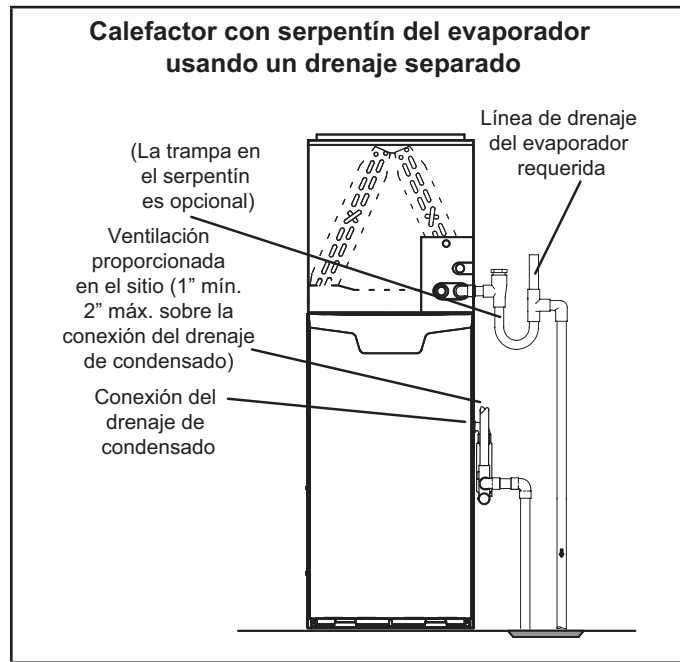
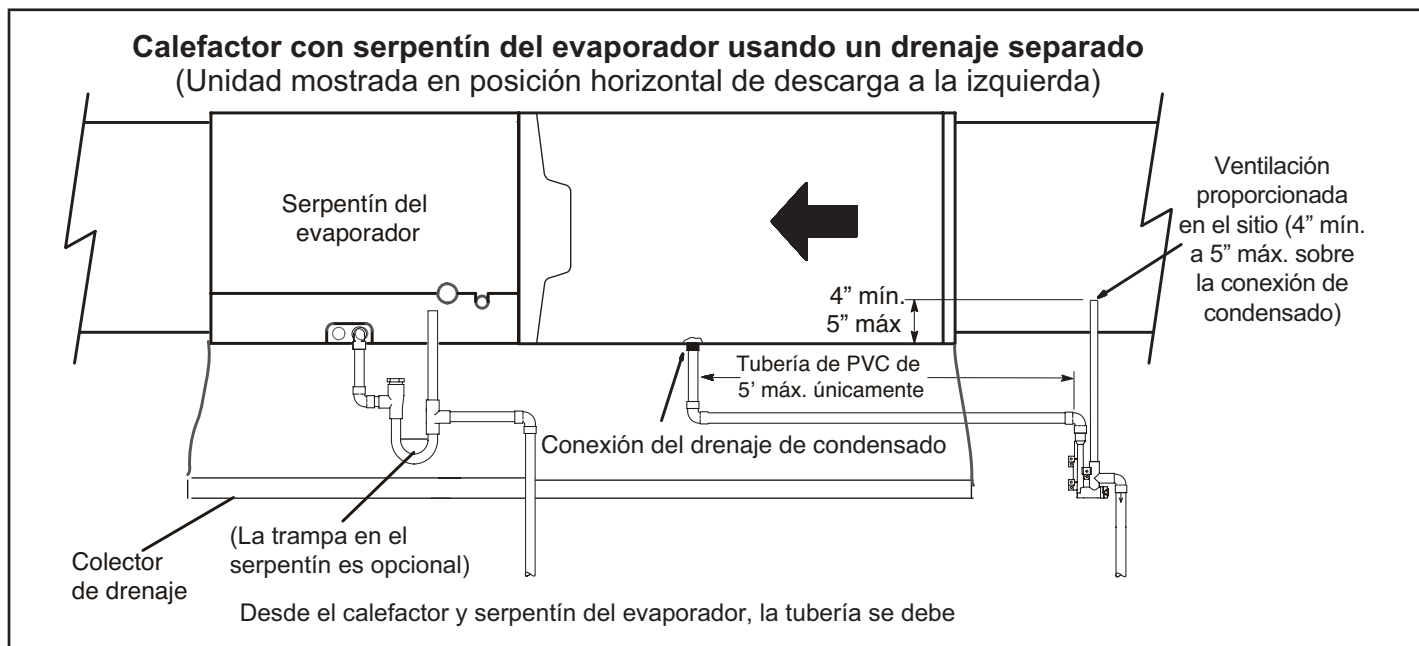
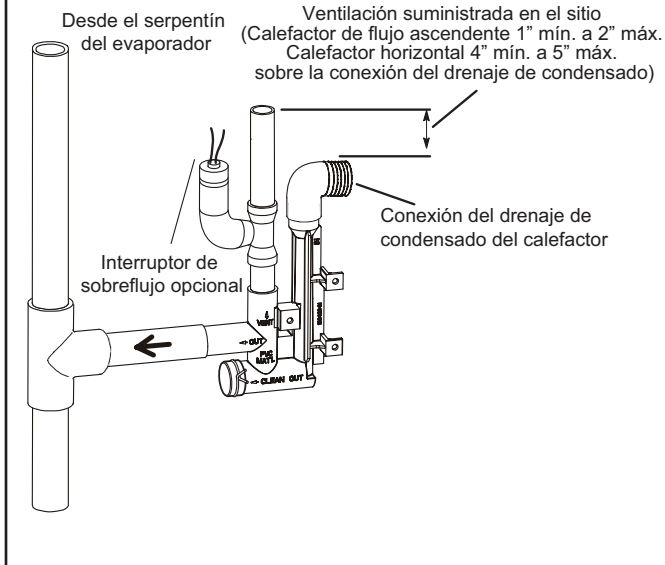
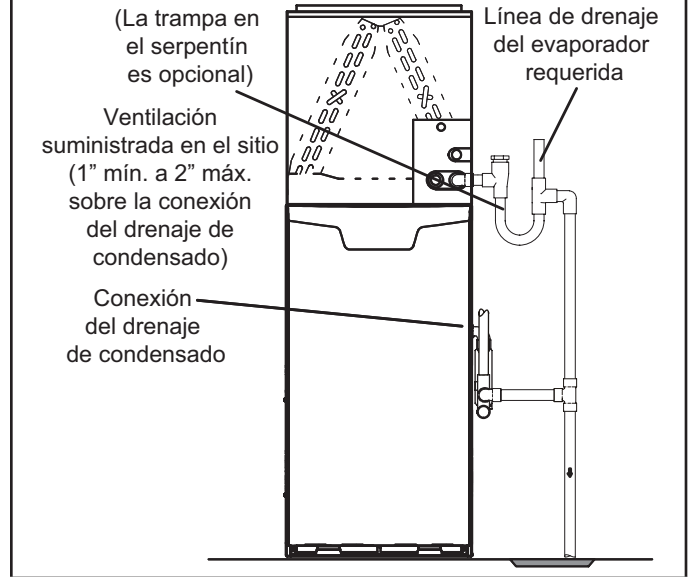

FIGURA 49
FIGURA 50
FIGURA 51
FIGURA 52
- 5 - La "FIGURA 49" y la "FIGURA 50" muestran el calefactor y el serpentín del evaporador usando un drenaje separado. Si es necesario, la línea de condensado del calefactor y del serpentín del evaporador se pueden drenar juntas. Ver la "FIGURA 51", "FIGURA 52" y "FIGURA 53". **Calefactor de flujo ascendente ("FIGURA 52")** - En aplicaciones del calefactor de flujo ascendente, la ventilación proporcionada en el sitio debe ser de un largo mínimo de 1" hasta un largo máximo de 2" arriba de la conexión de la salida de drenaje de condensado. Cualquier largo de más de 2" puede inundar el intercambiador de calor si la línea de drenaje primaria combinada tuviese una restricción.